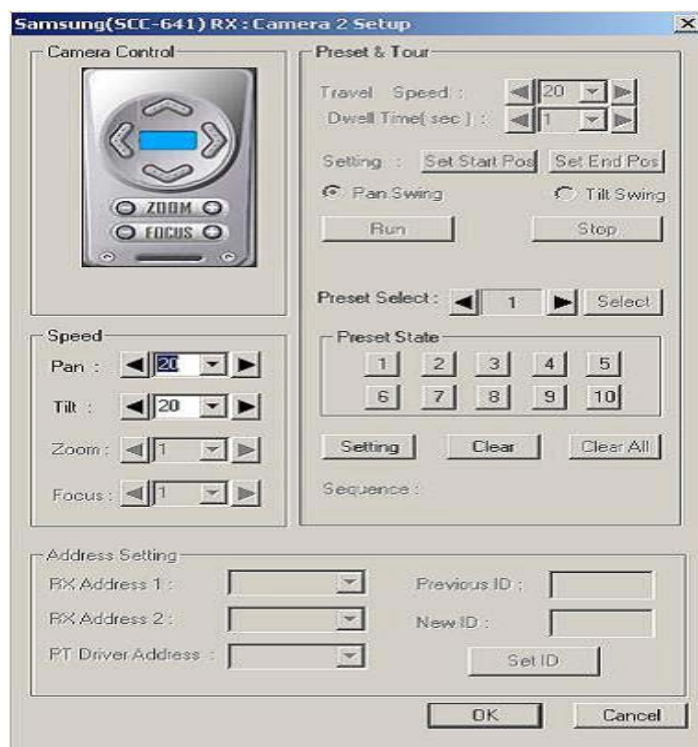

Figura 4.2.7
- **PAN/TILT Detail Setup:** Abre la Ventana de Detalles PTZ (Ver Figura 4.2.7).